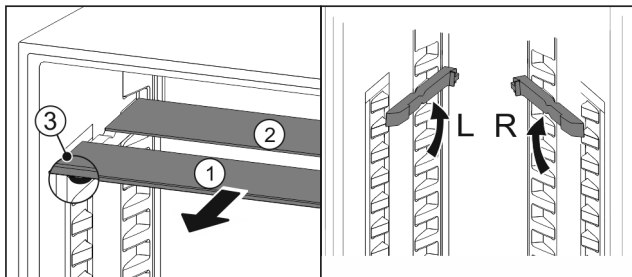

Fig. 155
- Skleněné desky jednotlivě vytáhněte dopředu Fig. 155 (1).
- Skleněná deska Fig. 155 (1) s ozdobnou lištou leží vpředu.
- Zarážky Fig. 155 (3) směřují dolů.